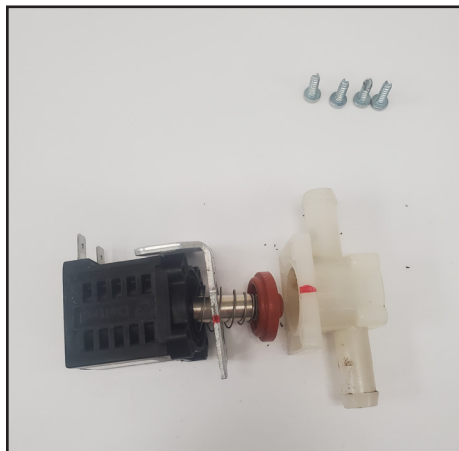

Fig. 3. Separare la bobina, la staffa, il gruppo pistone e il corpo valvola.
3. Separare con attenzione la bobina, la staffa, il gruppo pistone e il corpo valvola. Si veda la Fig. 3.